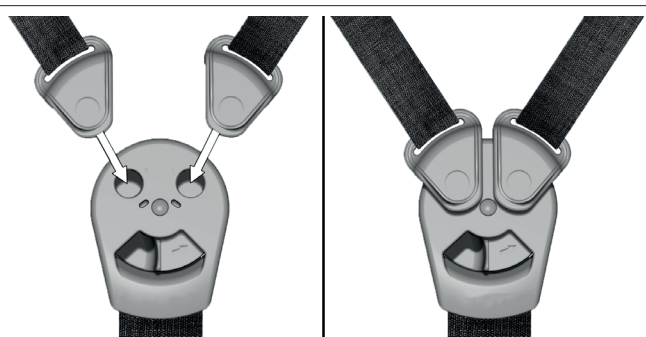

Abbildung 22 : Schließen des Dreipunktgurt
1. Legen Sie beide Schultergurtschnallen **66** auf die Schnalle **64** (siehe Abbildung 22). Die Magnete in den Schnallen sorgen dafür, dass die Teile an der richtigen Stelle einrasten.